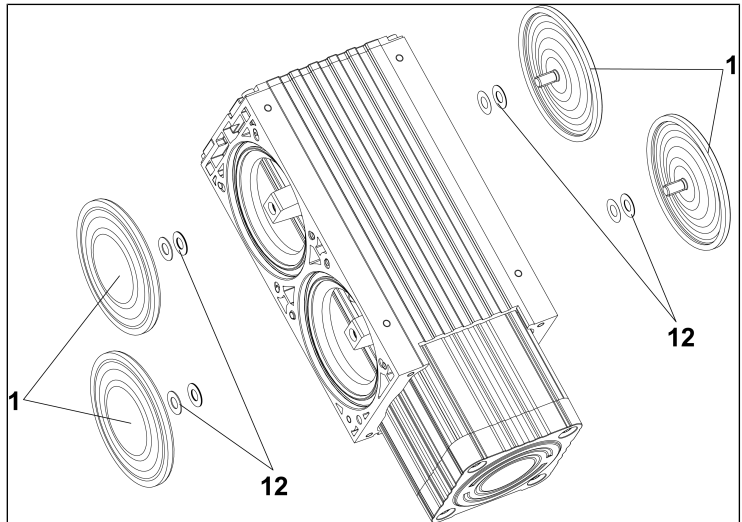

Fig.11: Cambio de membranas
1. Desenroscar las dos membranas (1/Fig. 11) a mano en el sentido contrario a las agujas del reloj.
- i** Tener precaución de que las arandelas de ajuste situadas en la membrana y la biela (12/Fig. 11) no caigan en la carcasa de la bomba. El montaje de un número de arandelas de ajuste (12/Fig. 11) igual al anterior es un requisito previo para garantizar el rendimiento neumático de la bomba.
2. Atornillar las nuevas membranas (1/ Fig. 11) a mano en la rosca de la biela y apretarlas firmemente.
3. Colocar las membranas (1 Fig. 11) en posición central.